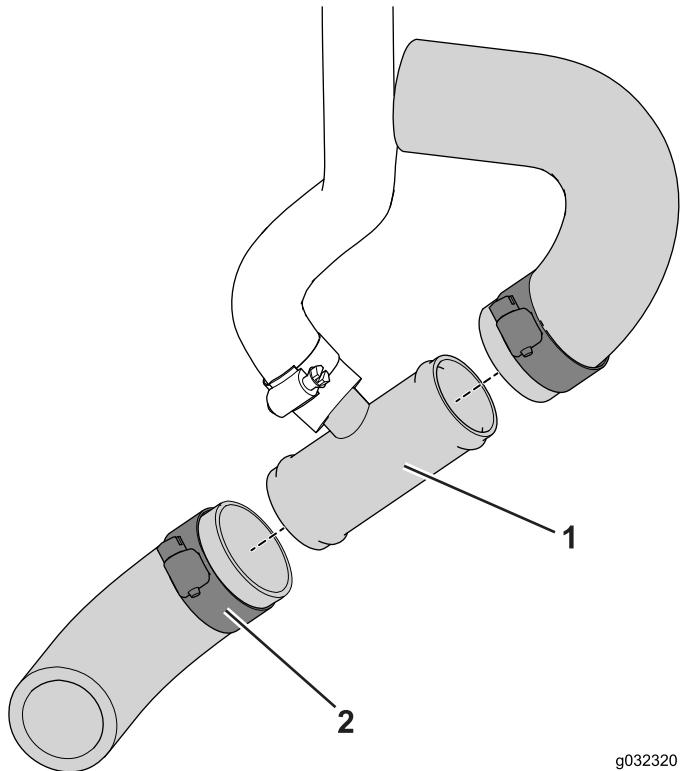

Bild 13
3. Schieben Sie die Schnittenden auf das T-Anschlussstück und befestigen es mit der Schlauchklemme ( $\frac{3}{4}'' \times 1\frac{1}{2}''$ ), wie in Bild 13 abgebildet.